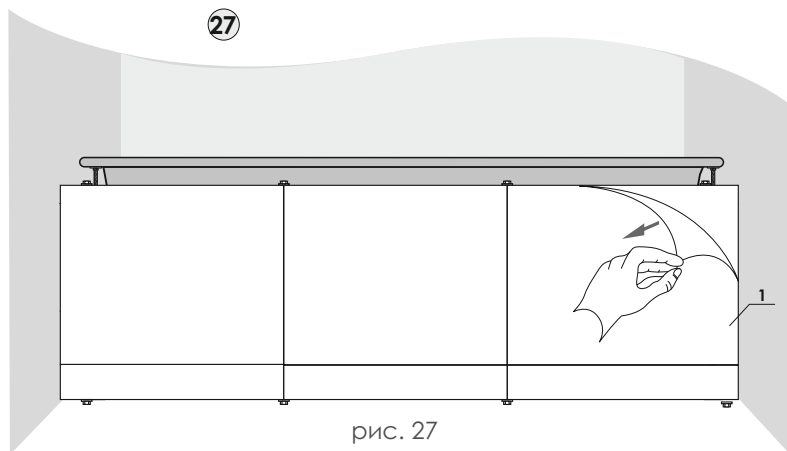

рис. 27
27. Установите выдвижной ящик (рис.27).